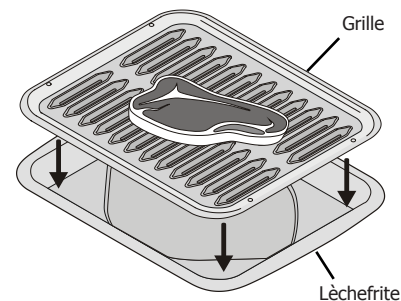

Fig. 2
5. Placez la grille dans la lèchefrite (le cas échéant), puis placez la nourriture sur la lèchefrite (Fig. 2).